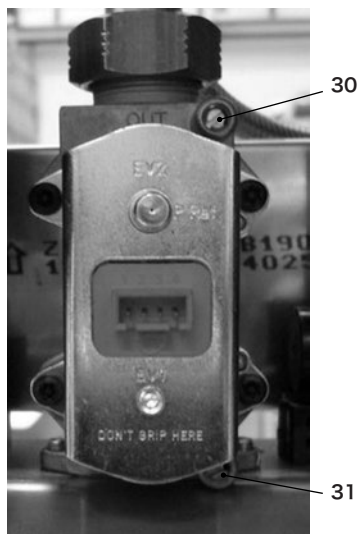

图 7.1
在关闭锅炉条件下，使用取样点 31 检查供气压力 (图 7.1)，并将读数与“技术数据 M290.24CM/...” (第 22 页)、“技术数据 M290.28CM/...” (第 25 页) 和“技术数据 M290.32CM/...” (第 28 页) 章节供气压力表格所示的一个数值相比较。
- 正确重新关闭取样点 31 (图 7.1)。
- 打开取样点 30 (图 7.1) 并连接压力表。